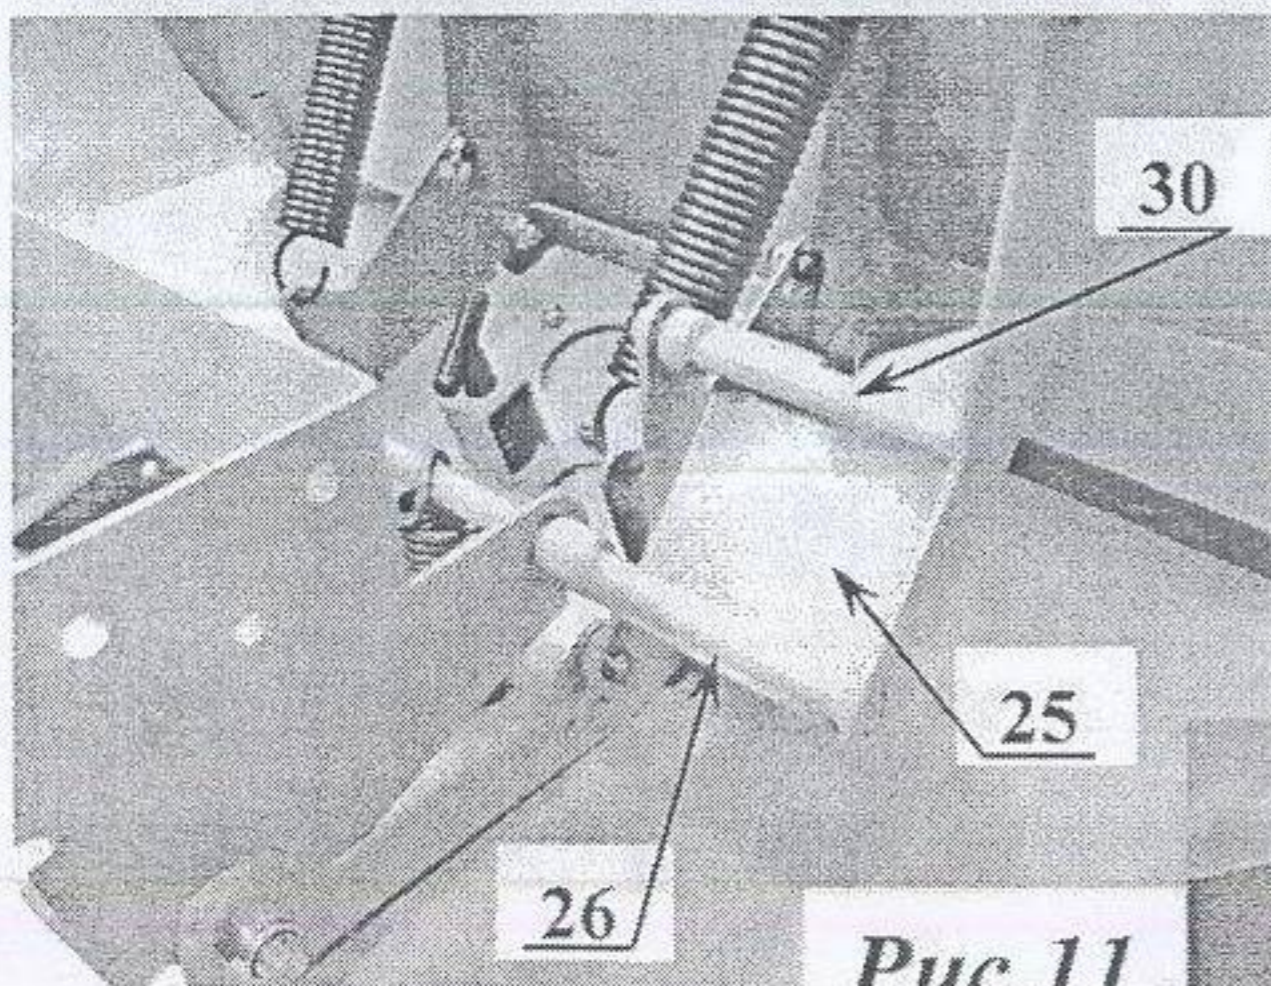

Рис.11
Опускание отвала (8) осуществляется в обратном порядке – т.е. необходимо тягу (37) подать вперёд. При этом в начальный момент необходимо рукоятку (43) тяги (37) немного опускать вниз. Положение рычага (25) в состоянии опущенного вниз отвала (8) показано на рис.11.